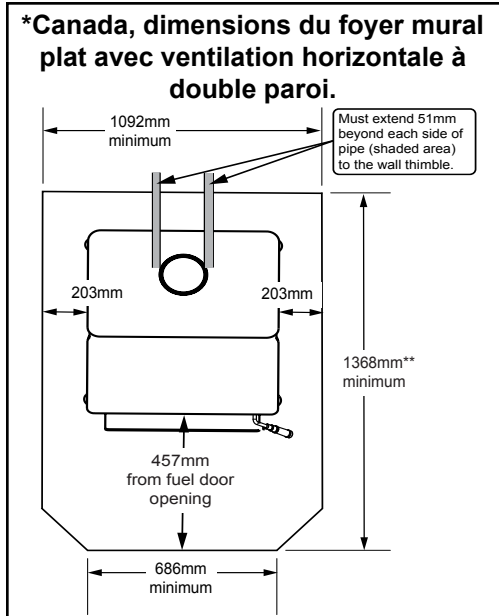

Figure 11.2 - **Cette dimension varie en fonction de l'installation.
Au Canada, une protection de sol similaire doit être fournie à 457 mm (18 pouces) à l'avant et à 203 mm (8 pouces) des côtés et de l'arrière de l'appareil, à moins que le foyer ne soit contre le mur (**Figure 11.2**). Ensuite, le dégagement peut être réduit à l'aide d'un tuyau à double paroi et du tableau Dégagement par rapport aux matériaux inflammables indiqué à la page 12.
***Exception :** Les protections incombustibles pour le sol doivent s'étendre sous le conduit lorsque l'évacuation est horizontale et se prolonger de 51 mm (2 po) de chaque côté du conduit; **Voir figure 11.2.**